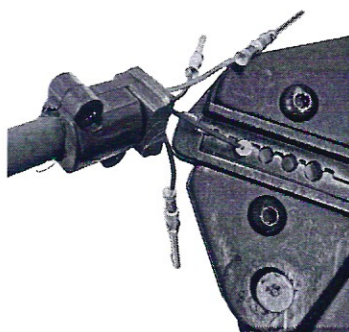

Рисунок 3 – Монтаж контактов
3.7 Обжать контакт, используя приспособление для обжима в зависимости от сечения провода (рекомендуемый инструмент – комплект для обжима контактов КШ/КГ на 10 А, 16 А, 40 А – арт. 0650100) (рис. 3). Визуально контролировать правильность обжатия. На месте обжатия не должно быть трещин, контакт не должен быть изогнут.